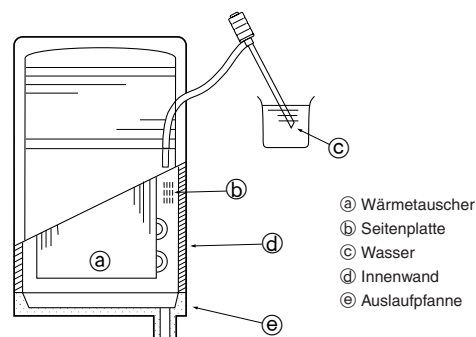

Fig. 5-2
5.2. Überprüfung der Dränage (Fig. 5-2)